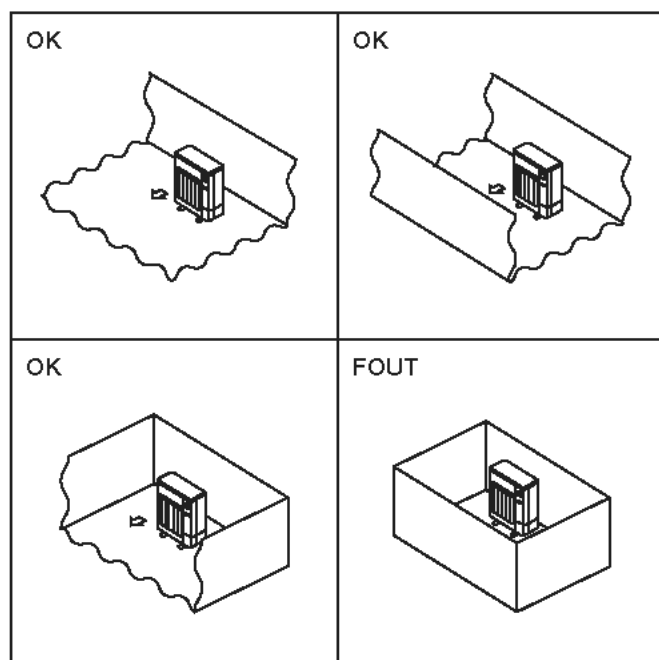

Fig. 2-1
- Ⓢ Installeer buitenapparaten op een plaats met minimaal een van de vier zijden open en in een ruimte zonder verlagings die voldoende groot is. (Fig. 2-1)